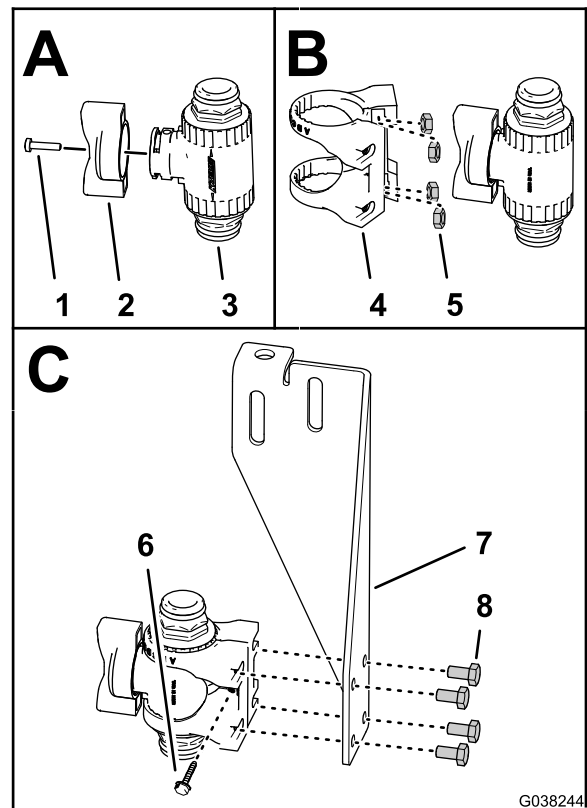

Figura 58
1. Montate la stegola sulla valvola di accelerazione dell'agitatore (Figura 58) con la vite (6"-32 x 5/8").
2. Se non montati, inserite i 4 dadi in acciaio inox nelle scanalature nel supporto delle valvole di accelerazione in nylon per la valvola di accelerazione dell'agitatore (Figura 58).
3. Montate la valvola di accelerazione dell'agitatore nel supporto delle valvole di accelerazione, come illustrato nella Figura 58.
4. Fissate il supporto delle valvole di accelerazione alla valvola di accelerazione dell'agitatore con la vite (6"-32 x 5/8") come illustrato nella Figura 58.
5. Montate la valvola di accelerazione e il supporto sulla staffa della valvola dell'agitatore (Figura 58) con i 4 bulloni (6 x 12 mm).